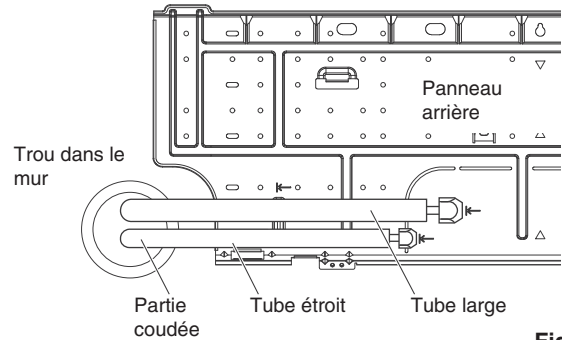

Fig. 3-28
- (1) Acheminer la tuyauterie et le tuyau de vidange par le mur en laissant une longueur suffisante pour la connexion. Plier ensuite la tuyauterie à l'aide de la cintreuse à tubes pour effectuer la connexion. (Fig. 3-28)
- (2) Permuter le tuyau de vidange et le capuchon de vidange.